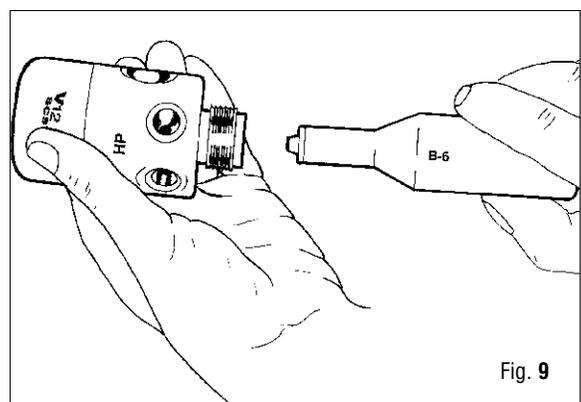

Fig. 9
13. Posicione correctamente y sin forzar, la Válvula (9) en el vástago(12), con la herramienta especial (B - 6). (Fig. 9)